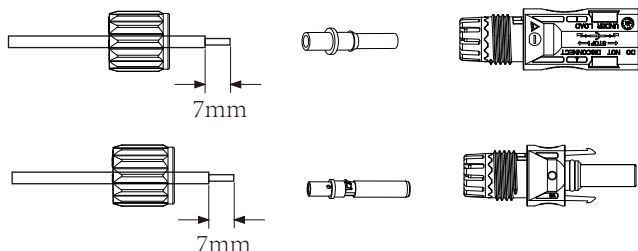

图6.3拆卸连接器盖形螺母
a) 将光伏导线的绝缘层剥去7mm，拆下MC4连接器的盖形螺母，将光伏导线穿过连接器的盖形螺母（见图6.3）。对所有光伏导线重复此操作，应特别注意连接器的极性。